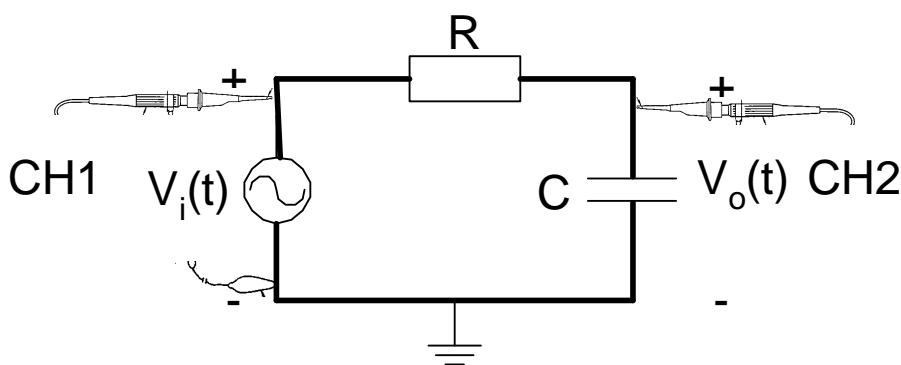

Figura 2.9: circuito RC.
Consideremos el circuito RC de la figura 2.9. Si aplicamos una señal escalón a la entrada del circuito para $t > 0$, a la salida, entre los terminales del condensador tendremos una salida en subida exponencial, de acuerdo con la expresión:
2. Montar en el zócalo el circuito de la figura 2.9, colocando como $v_i(t)$ una señal cuadrada procedente del generador de señal de niveles 0 y 5 V (hacer uso del offset del generador) y con periodo de 10 veces $R \cdot C$.